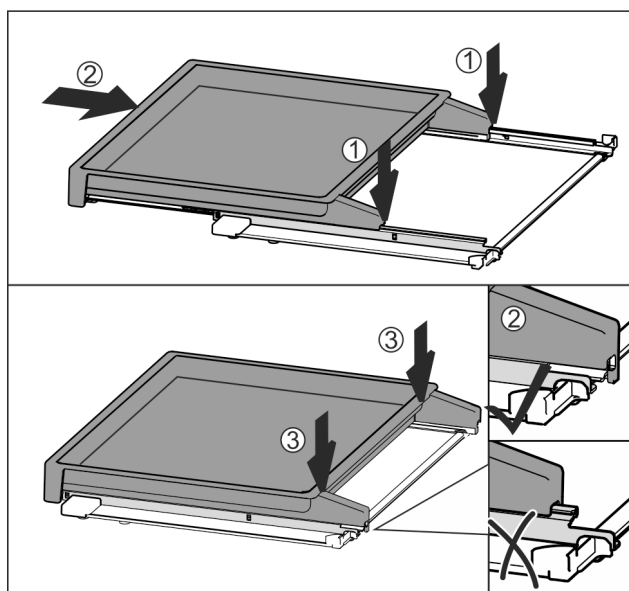

Fig. 115
- Așezați centrat pe șine Fig. 115 (1).
- Împingeți complet raftul extractibil în interior Fig. 115 (2).
- Apăsați pe partea din spate, până când acesta se cuplează cu un zgomot specific Fig. 115 (3).